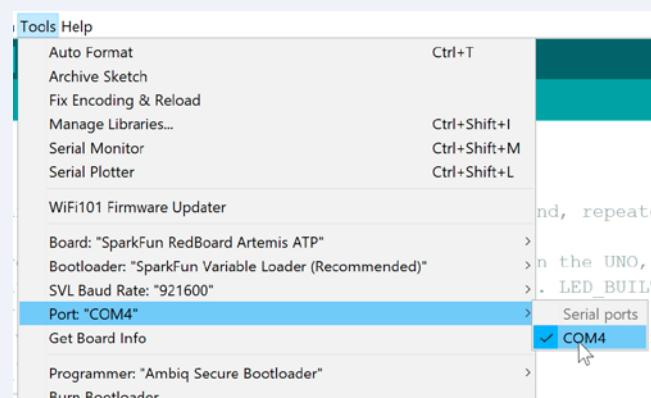

Figure 10. Sélection du port COM.
Étape 1 : Sélectionner la bonne carte et le bon port COM dans l'EDI Arduino. Vérifiez que vous avez sélectionné la bonne carte et le bon port COM dans le menu Outils. COM 4 est indiqué sur la **fig. 10**, mais votre port COM peut être différent.